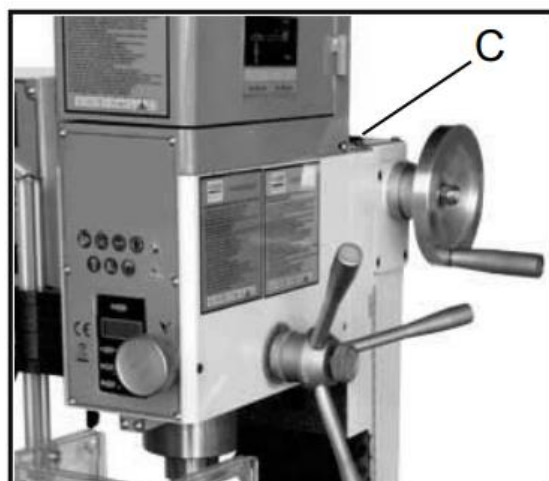

Рис. 13
- Винт регулировки вертикального гибка (С, см. рисунок 13) расположен на колонне.